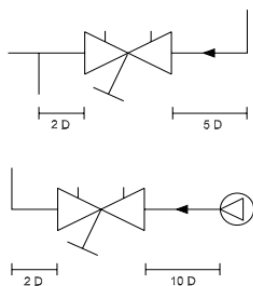

Рис.1
5. Для обеспечения правильной работы клапана трубопровод должен иметь прямые участки длиной не менее 5Ду перед клапаном и не менее 2Ду после него. (см. рис. 1)